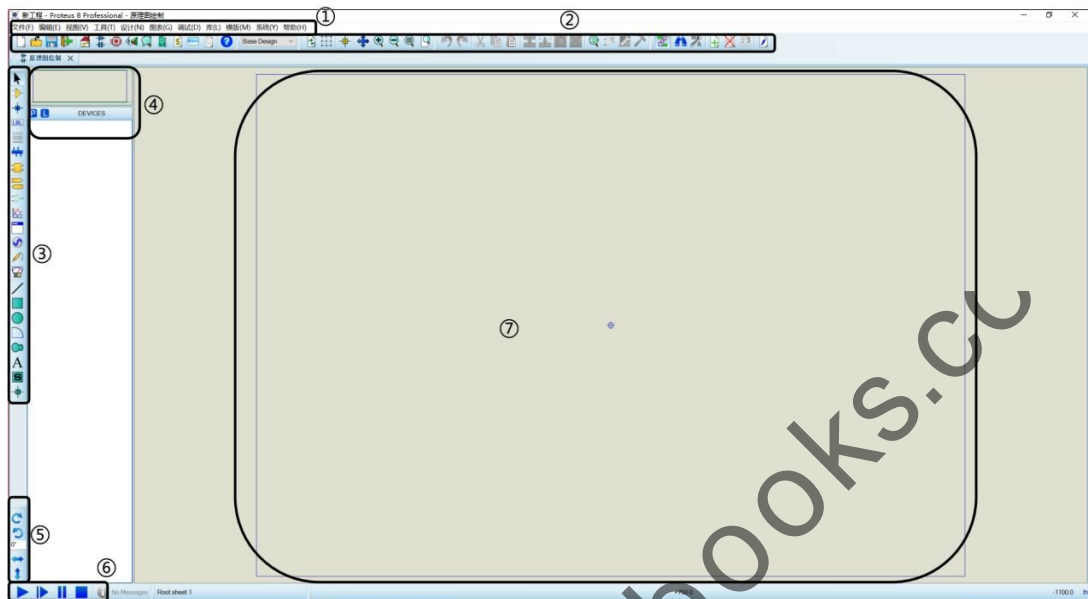

图 2-32 原理图界面
原理图创建,如图 2-32 所示。
如图 2-32 所示,Proteus 软件主要分为 7 个区:①菜单栏,②主工具栏,③工具箱,④元件选择,⑤旋转按键,⑥仿真按键,⑦原理图绘制窗口。